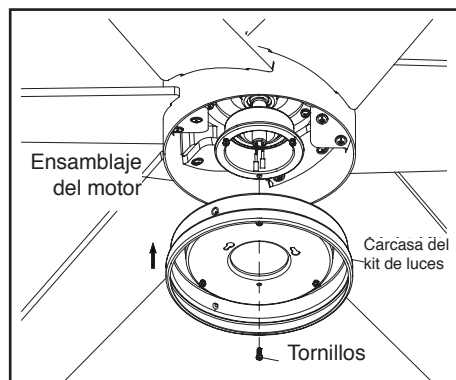

Figura 15
1. Afloja, pero no quites, dos de los tres tornillos de montaje del conjunto del motor del ventilador; retira un tornillo de montaje. (Figura 15)
2. Empuja la carcasa del kit de luces hasta el conjunto motor-ventilador de manera que las cabezas de los dos tornillos aflojados encajen en las ranuras tipo ojo de cerradura. Gira la carcasa del kit de luces hacia la derecha y aprieta los tornillos. Vuelve a instalar el tornillo que retiraste en el paso 1 y apriétalo firmemente. (Figura 15)